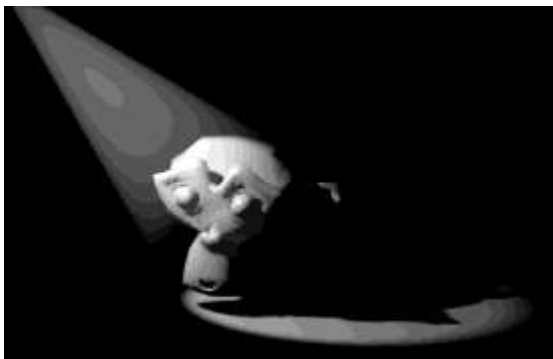

Рис. 26.6
**Прожектор** – это источник, который даёт направленный свет в пределах конуса (рис. 26.6). Освещённость зависит от расстояния до источника и угла